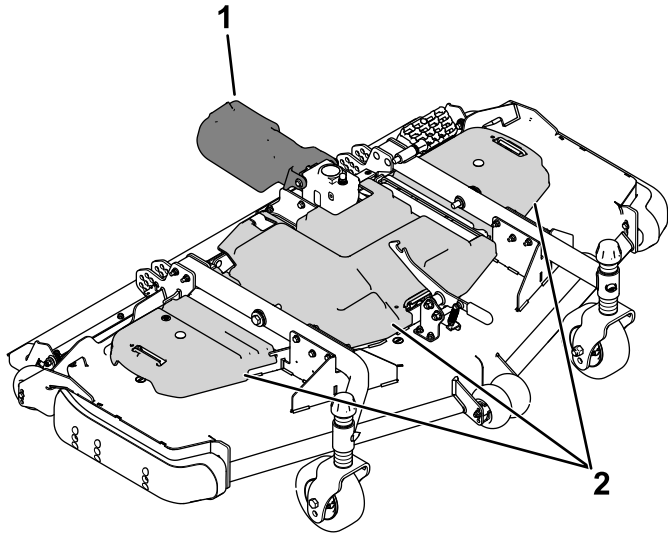

Figura 1
1. Rimuovete i copricinghia e la copertura dell'albero di trasmissione (Figura 1).